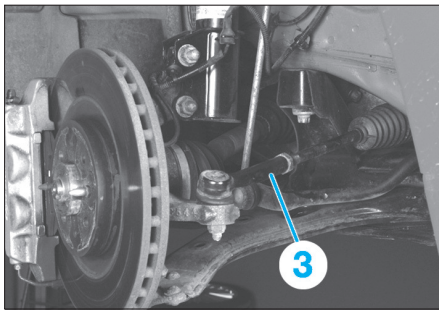

Fig. 2
- l'écrou de fixation de la rotule de direction (3) (Fig.2).